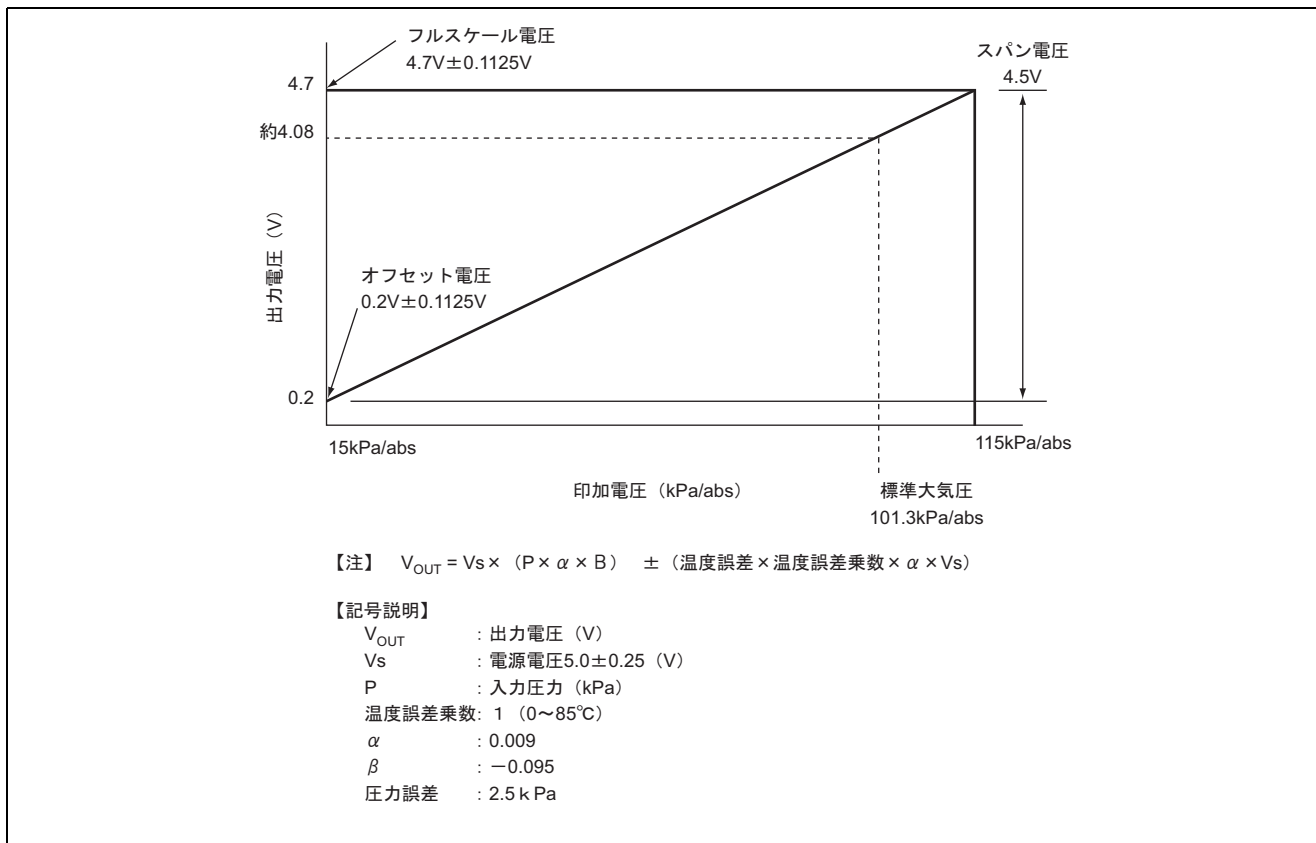

図 1.3 出力特性 (参考)
【注】 * 電源電圧変動により推移します。詳細は図 1.3 参照。
C. 図 1.3 に出力特性を示します。フルスケール電圧および出力電圧のスケールは電源電圧に比例して変動します。